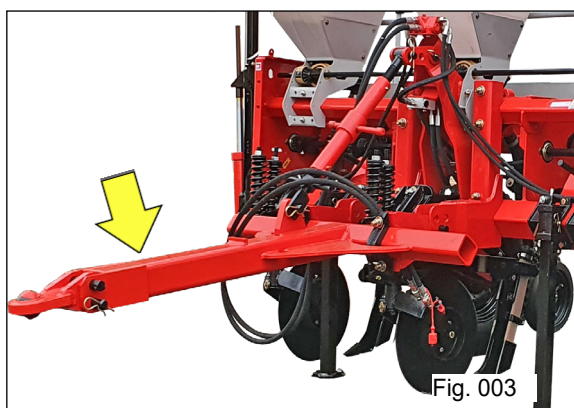

Fig. 003
- Com garras pivotadas fixadas ao chassi que facilitam a montagem dos diversos espaçamentos, (Fig. 003).